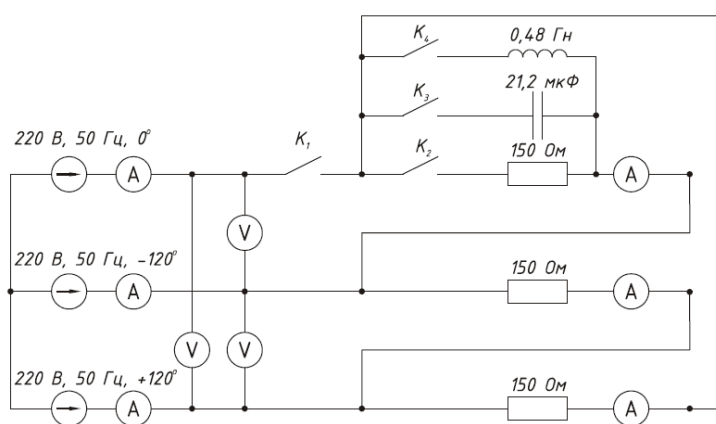

Рис. 3
1. Собрать схему, изображённую на рис.3